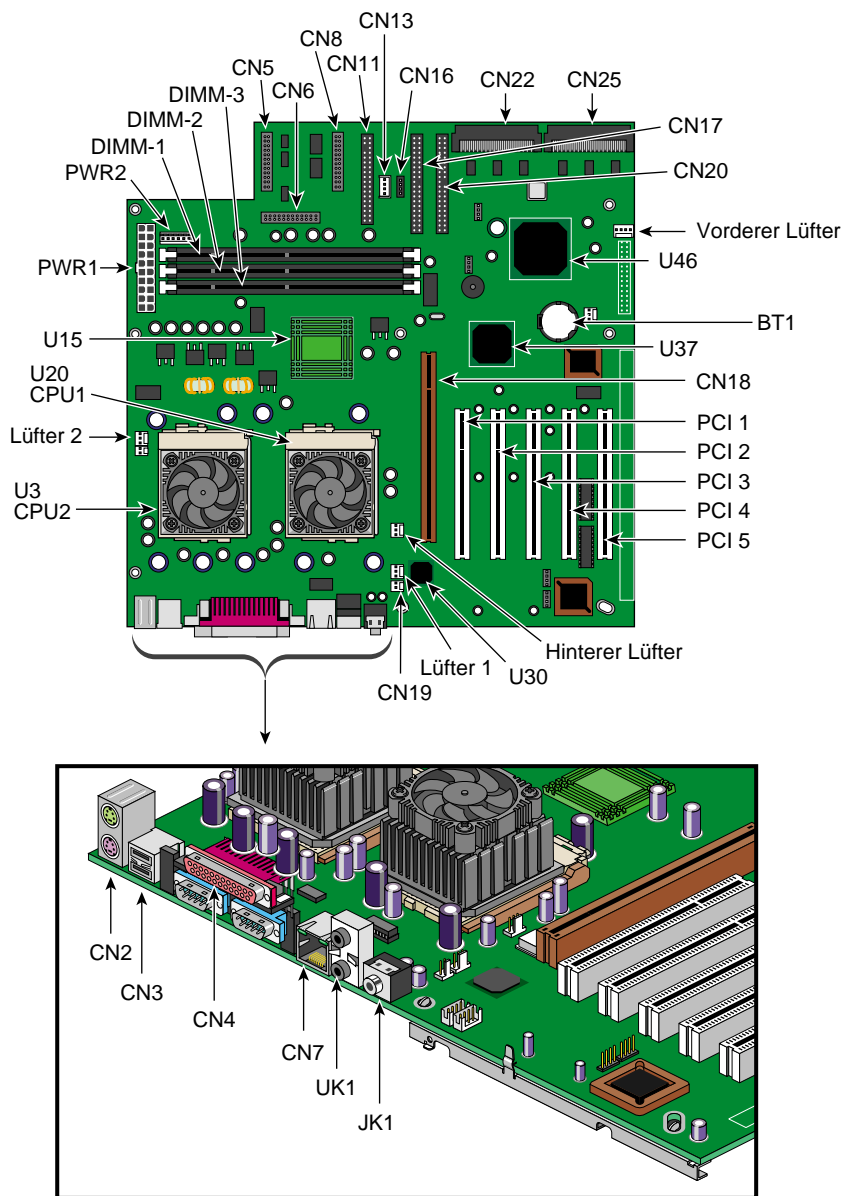

Abbildung 3-1 Layout der Systemplatine
Abbildung 3-1 zeigt das Layout der Systemplatine.
Tabelle 3-1 beschreibt die Systemplatinenkomponenten in Abbildung 3-1.
5. Schließen Sie die 3- und 2-poligen Lüfter-/Kühlkörperkabel an die Systemplatine an. Die Position der Lüfter-/Kühlkörperanschlüsse ist aus Abbildung 3-1 auf Seite 62 zu ersehen.